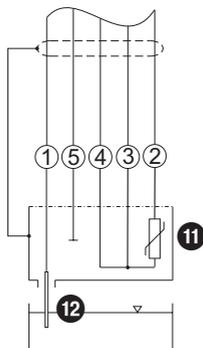

Fig. 7
El electrodo de conductividad LRG 16-9 está provisto de un enchufe de sensor M 12 de 5 contactos, codificado A, asignación **Fig. 7**. Para conectar el electrodo se suministra como accesorio un cable de mando preconfeccionado (con enchufe macho y hembra) en diversas longitudes.
- Si el cable de mando preconfeccionado no se utiliza, será necesario conectar al cable de conexión un enchufe hembra blindado de acuerdo con el plano de conexiones **fig. 7**.